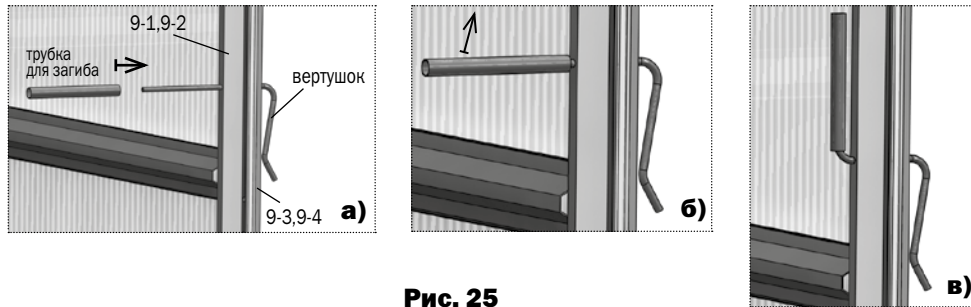

Рис. 25
- 10.** Проволочный вертушок для запирания дверей и форточек вставляется в отверстия стоек дверного проема прямым концом с наружной стороны до упора. С помощью трубки выполняется загиб внутреннего прямолинейного конца рукой вверх (**рис. 25**). Такая конструкция вертушка позволяет упруго прижимать двери и форточки торцов в закрытом состоянии, находясь как снаружи так и внутри теплицы.